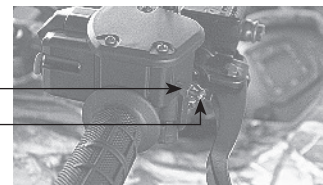

Рис. 14
1. Ослабьте контргайку 1 **Рис. 14**.